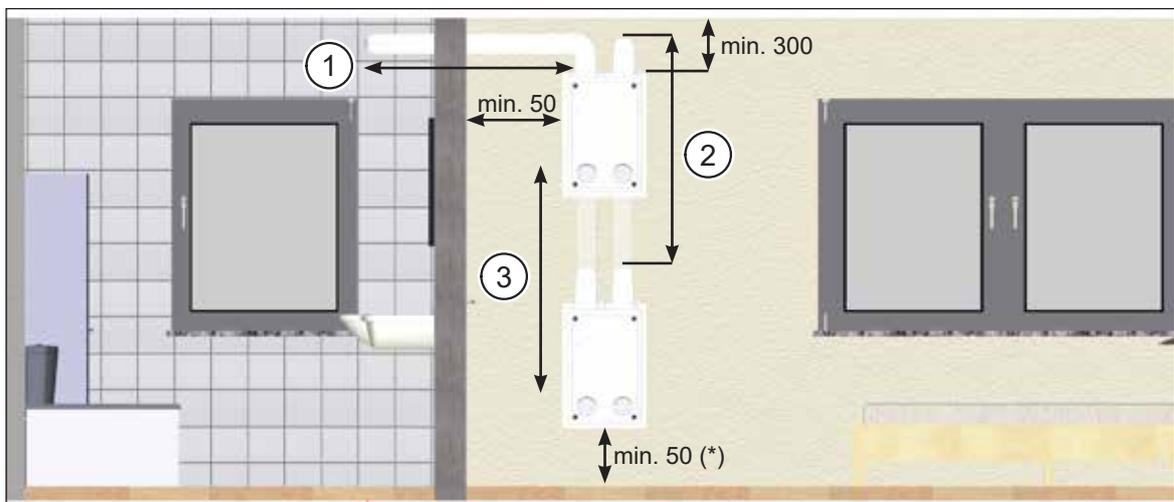
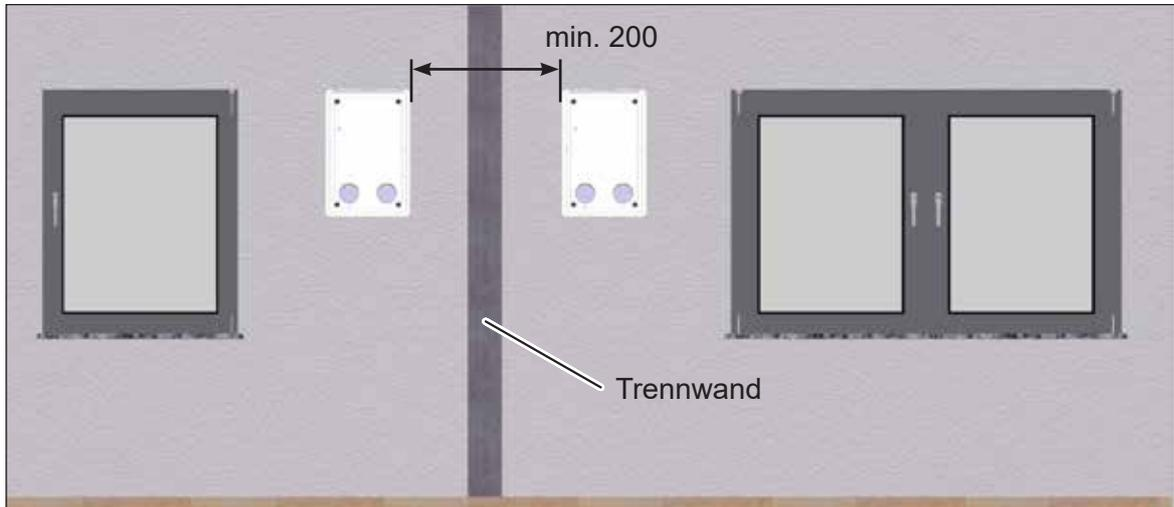

Abb. 4: Mindestabstände und Positioniermöglichkeiten des Montagesets M-WRG-II M-U², Maße in Millimeter
Abb. 5: Seitlicher Mindestabstand zwischen zwei Mauerkästen, Maße in Millimeter
- Das Montageset Unterputz (Mauerkasten) muss so installiert werden, dass die Öffnungen für Flexrohr- oder Flachkanalanschluss nach oben zeigen (siehe Abb. 4).
- Das Flachkanalsystem bietet große Freiheiten für die Positionierung der Abluft- und Zuluftöffnungen und des Montagesets. Je nach Bedarf lassen sich die Öffnungen direkt am Montageset oder horizontal (Pos. 1 in Abb. 4) oder vertikal (Pos. 2 in Abb. 4) versetzt anbringen. Das Montageset kann dadurch variabel (Pos. 3 in Abb. 4) positioniert werden.
- ▶ Achten Sie auf folgende Mindestabstände (siehe Abb. 4 und Abb. 5):
- Der Abstand der seitlichen und unteren Mauerkastenkante zu angrenzenden Flächen sollte mindestens 50 mm (Ausnahme: bei Verwendung eines Kondensatanschlusses, siehe (*) in Abb. 4) betragen. Mit Einhaltung des Mindestabstands lässt sich das Lüftungsgerät leichter bedienen. Ebenso kann der Luftfilterwechsel ohne Beeinträchtigung durchgeführt werden.